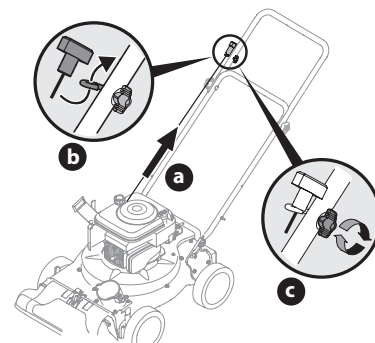

Figure 3
- b. Passez la corde de démarrage dans le guide-câble. Voir Figure 3.